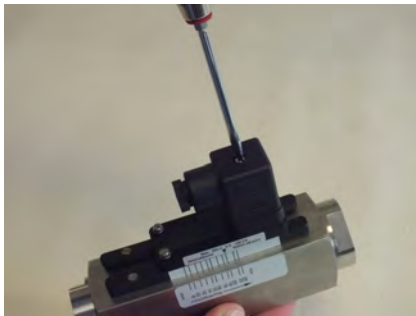

Abb. 23: Steckerdose lösen
1. ➤ Lösen Sie die Befestigungsschraube (Abb. 23) von der Steckerdose
9. ➤ Stecken Sie die Steckerdose wieder auf den Gerätestecker. Ziehen Sie die Befestigungsschraube (Abb. 23/1) an